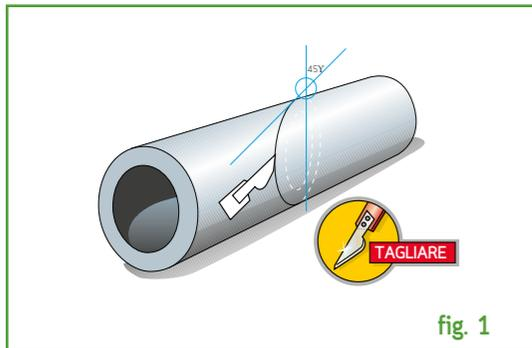

fig. 1
1) Tagliare la guaina isolante in senso trasversale a 45°, servendosi della dima. (fig 1)